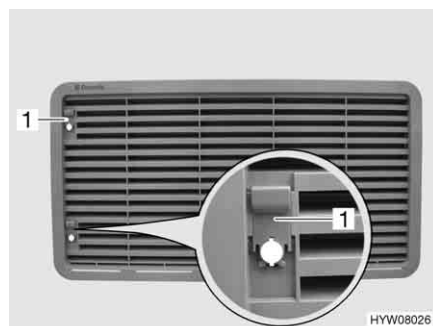

Bild 191 Kylskåpets ventilationsgaller (med spjäll)
- Skjut upp spjället (Bild 191,1).